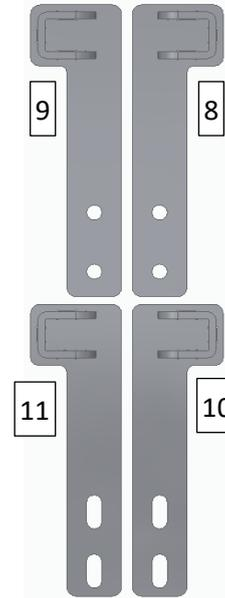
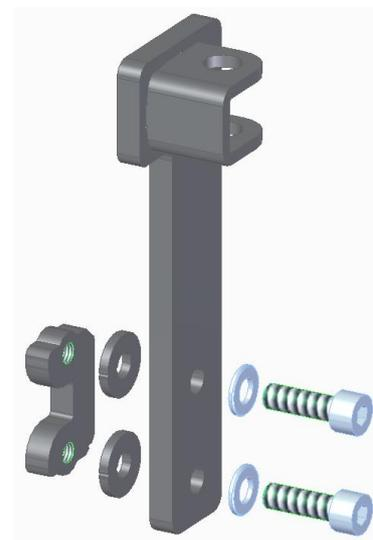

Abbildung 1
Abbildung 2
Danach werden die Halterungen oben und unten (8+9+10+11 - Abb. 1) mit Hilfe der Zylinderkopfschrauben M8x25mm (17), den Unterlegscheiben (22) und der Sondermuttern (14) an den Bohrungen der Scharniere der Hecktür befestigt (Abb. 2). Das Anzugsdrehmoment für die Schrauben der oberen Halterungen ist 20Nm, die Schrauben der unteren Halter ziehen Sie erstmal handfest an.
Im Montagebeutel befinden sich 3 mm dicke Blechscheiben – einmal mit Außendurchmesser 16,5 mm (13) und einmal mit 20,5 mm (12). Legen Sie die passende Scheibe in die Löcher der Scharniere als Führungshülsen für die Schrauben (Abb. 2). Zur Sicherung aller Schrauben muss Schraubensicherungslack auf den Gewinden angebracht werden!